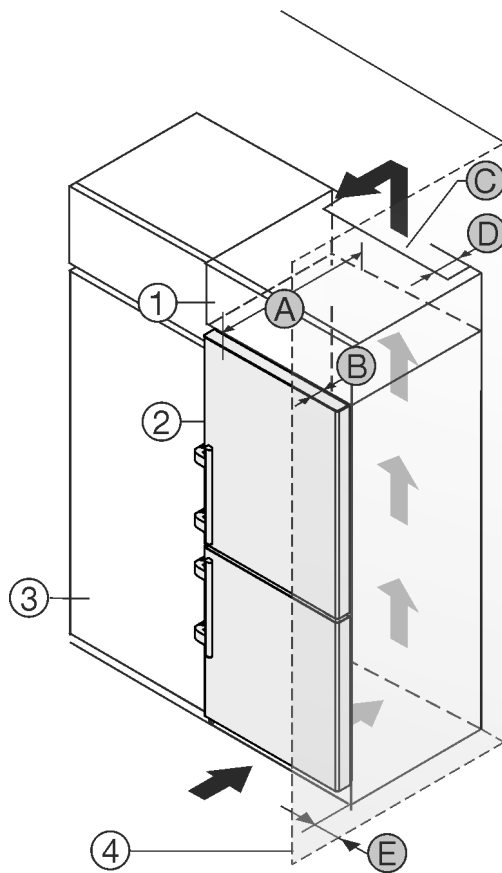

Fig. 2
- (1) Armario superior \*
- (2) Electrodoméstico \*
- (3) Armario de cocina \*
- (4) Pared \*
- (A) Profundidad del electrodoméstico \*
- (B) Profundidad de la puerta \*
- (C) Sección transversal de ventilación \*
- (D) Distancia con respecto a la parte trasera del electrodoméstico \*
- (E) Distancia con respecto al lateral del electrodoméstico \*
Puede colocar el electrodoméstico directamente al lado del armario de cocina Fig. 2 (3).\*
En la parte trasera del armario superior debe haber una cámara de salida de aire con una profundidad Fig. 2 (D) que abarque toda la anchura del armario.\*
Bajo el techo de la estancia debe mantenerse la sección transversal de ventilación Fig. 2 (C).\*
Si el electrodoméstico se instala con las bisagras junto a una pared Fig. 2 (4), la distancia entre el electrodoméstico y la pared debe ser de como mínimo 57 mm . Esto equivale al saliente del tirador con la puerta abierta.\*
Para poder abrir totalmente la puerta, el electrodoméstico debe sobresalir la profundidad de la puerta Fig. 2 (B) respecto del frente del armario de cocina. El electrodoméstico puede sobresalir más en función de la profundidad de los armarios de cocina Fig. 2 (3) y del uso de distanciadores de pared.\*